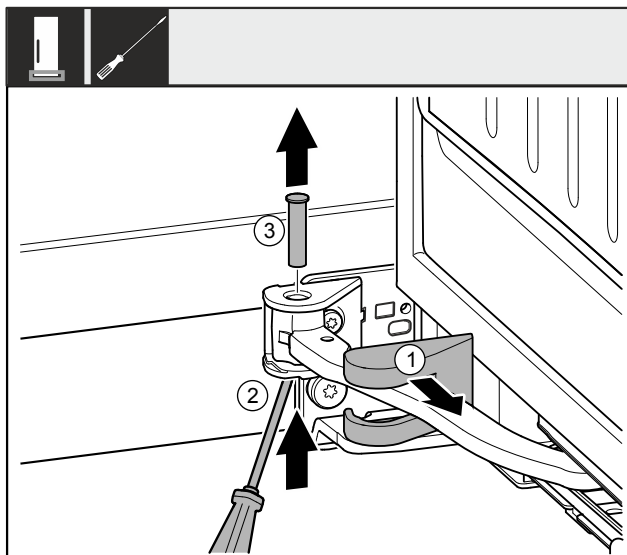

Fig. 10
- Stáhněte kryt stojanu ložiska Fig. 10 (1) a posuňte podél kloubu.
- Čep Fig. 10 (2) zespolu nadzvedněte šroubovákem.
- Čep Fig. 10 (3) vytáhněte shora.